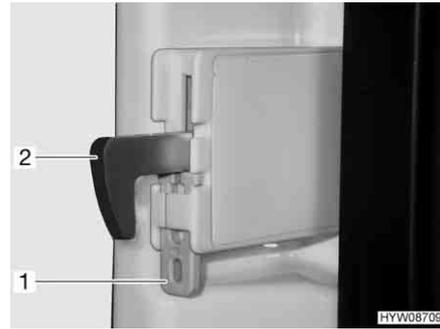

Fig. 170 Fissaggio del gancio di bloccaggio
**Fissaggio del gancio di bloccaggio:** ■ Spingere il dispositivo di fissaggio (Fig. 170,1) verso l'alto. Spingere il gancio di bloccaggio (Fig. 170,2) verso l'alto, disinserendolo.
**Sblocco del gancio di bloccaggio:** ■ Spingere il gancio di bloccaggio (Fig. 170,2) verso il basso. Il gancio di bloccaggio è di nuovo inserito.